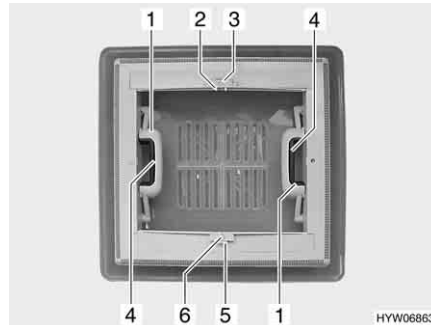

Bild 81 Dachhaube mit Schnappverschluss
- Schnappverschluss (Bild 81,4) zur Innenseite der Dachhaube drücken. Gleichzeitig mit dem Griff (Bild 81,1) die Dachhaube nach oben drücken.
- An beiden Griffen (Bild 81,1) die Dachhaube kräftig nach unten ziehen, bis beide Schnappverschlüsse eingerastet sind.
- Arretierung (Bild 81,5) zur Dachhaubenaußenseite drücken.
- Verdunklungsrollo am Griff (Bild 81,6) bis zum gegenüberliegenden Griff des Insektenschutzrollos (Bild 81,2) ziehen und einrasten lassen.
- Griff (Bild 81,2) zusammendrücken. Die Arretierung wird gelöst.
- Verdunklungsrollo am Griff (Bild 81,6) langsam zurückführen.
- Arretierung (Bild 81,3) zur Dachhaubenaußenseite drücken.
- Insektenschutzrollo am Griff (Bild 81,2) bis zum gegenüberliegenden Griff des Verdunklungsrollos (Bild 81,6) ziehen und einrasten lassen.
- Insektenschutzrollo am Griff (Bild 81,2) langsam zurückführen.